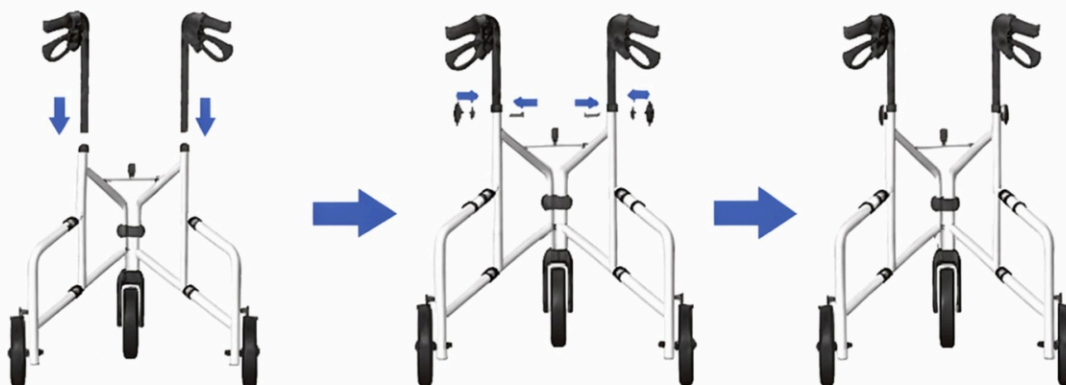

Figura 4
Passo 3 (conforme ilustrado na Figura 4): Pegue no conjunto do tubo do apoio de braço esquerdo (2) e no conjunto do tubo do apoio de braço direito (4) e insira-os nos tubos exteriores dos apoios de braço do conjunto da estrutura principal (1). Selecione os orifícios de altura adequados para os apoios de braços. Insira o parafuso sextavado M6×30 (12) através do tubo exterior do apoio de braços do conjunto da estrutura principal (1). Coloque a porca estrela M6 com anilha curva (15) no parafuso sextavado M6×30 (12) e aperte-a.